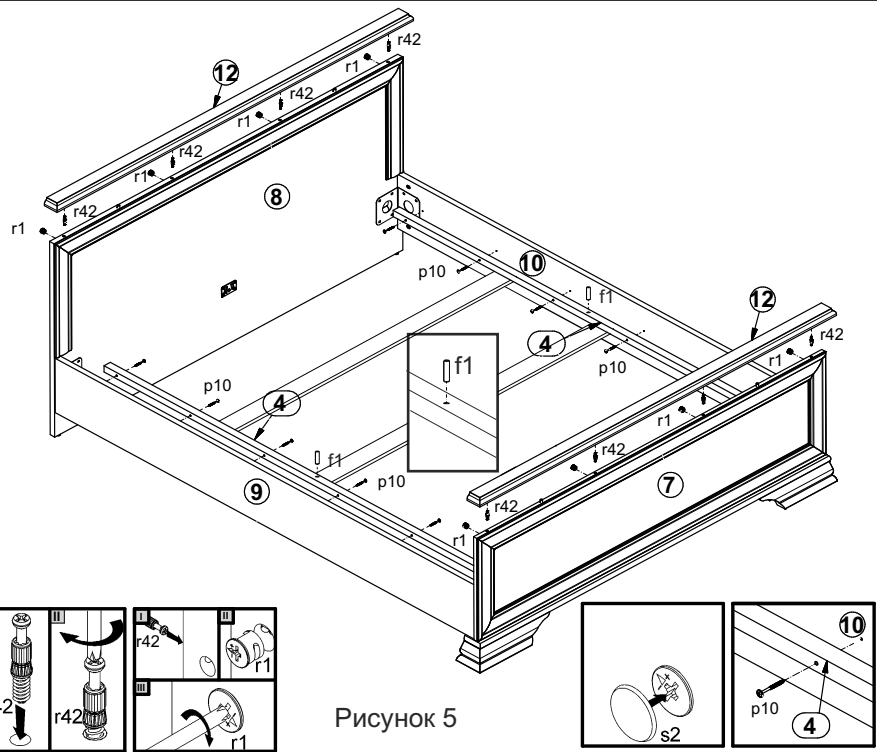

Рисунок 5
3. В отверстия Ø3 мм (кернения) на стенках боковых **9**, **10** шурупами **p10** закрепить бруски опорные **4**. В отверстия диаметром **8 мм** на брусках опорных **4** вставить шканты деревянные **f1** (см.рис. 5).
12. Соединить щиты верхние 12 со спинками 7, 8 и затянуть стяжки эксцентрик-овые r1, пользуясь отверткой. Верхние стяжки эксцентрик-овые r1 на спинке передней 7 закрыть заглушками s2 (см. рис. 5).